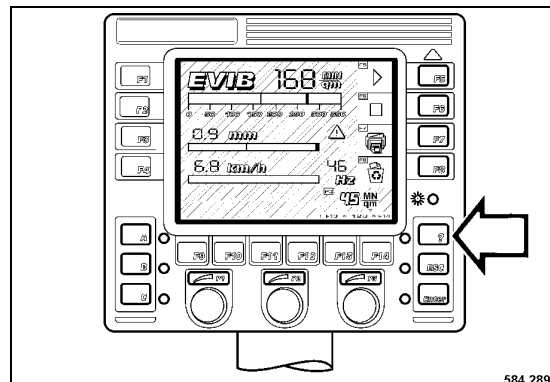

Fig. 197
- Press key "MENU" (Fig. 197).